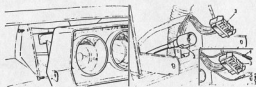

Abb. Nr. 1
- (1) Batteriemassenkabel abnehmen (NEGATIV).
- (2) Seilführungslösung neben dem Armaturenbrett ausbauen (siehe Abschnitt Nr. 6).
- (3) Den Teil der Türöffnung lösen, welcher die Armaturenbrettsverbindung sichert, Umrandung hinten von Armaturenbrett abheben und abheben.
- (4) Umrandung auf der anderen Seite des Armaturenbretts auf gleiche Weise lösen, jedoch nicht abheben. Die Sicherungsschrauben des Armaturenbretts sind jetzt zugänglich (siehe Abb. Nr. 1).
- (5) Die vier Sicherungsschrauben (1) abheben und das Armaturenbrett teilweise abheben. Auslöschhebel (2) am Tachometerkabel drücken und Kabel vom Instrument abheben. Mehrsteckersanschluss (3) hinten vom Armaturenbrett abheben und Aggregat ausbauen (siehe Abb. Nr. 1).
1275 OT. Zusätzlich zu obigen Anweisungen, ebenfalls die Drehzahlmessersanschlüsse (4) und (5) abheben (siehe Abb. Nr. 1).
- (1) Armaturenbrett ausbauen (siehe Abschnitt Nr. 1).
- (2) Auslöschhebel (2) am Kabel eindringen und Kabel aus dem Tachometer abheben (siehe Abb. Nr. 1). Kabel in den Motorraum ziehen.
- (3) Kabel durch die Öffnung über der linken Antriebswelle von unterhalb des Motors lösen. Stütz die Sicherungsmutter des Kabel zu fest um mit der Hand gelöst zu werden, gesaugtes Werkzeug verwenden oder Stellschraube abheben, die den Tachometerstift sichert und Kabel komplett mit Antrieb ausbauen und anschließend das Kabel abheben.